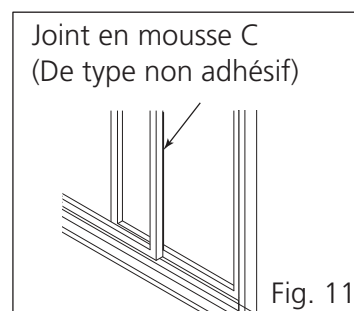

Fig. 11
5. Coupez la bande C du joint en mousse non adhésif en fonction de la hauteur de la fenêtre. Insérez le joint en mousse entre le verre et le cadre de la fenêtre pour empêcher l'air et les insectes d'entrer dans la pièce. (Voir Fig 11)